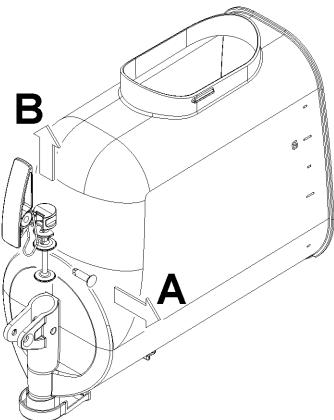

figura 11
- 5 Smontare il rubinetto seguendo la sequenza indicata (vedere figura 11).